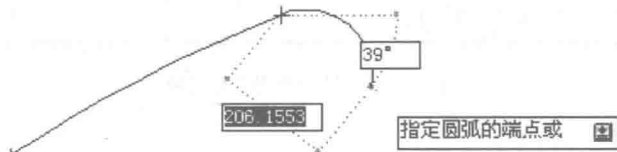

图 1-18 动态提示
(3) 动态提示 启用动态提示组件,提示信息会显示在光标附近的工具栏提示中。用户可以在工具栏提示(而不是在命令行)中输入响应。按 ↓ 键可以查看和选择相应的选项,如图 1-18 所示,按 ↑ 键可以显示最近的输入值。